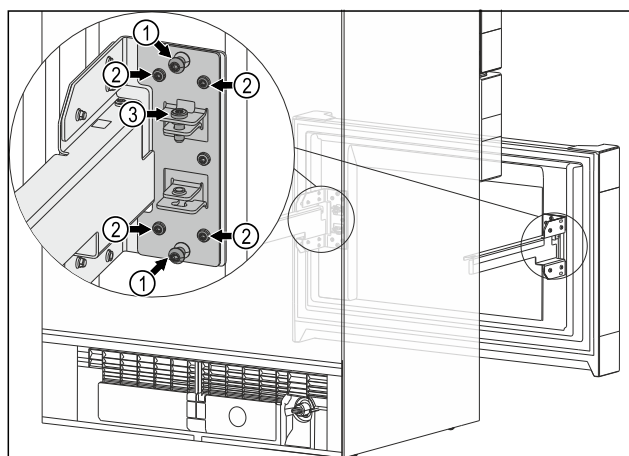

Fig. 14
- ▶ Távolítsa el mindkét középső csavart Fig. 14 (1).
- ▶ Oldja ki mind a négy csavart Fig. 14 (2).
- ▶ Elérte a kihúzható kocsifüggőleges véghelyzetét: húzza meg mind a négy csavart Fig. 14 (2).
- ▶ A középső csavarokra Fig. 14 (1) a továbbiakban nem lesz szüksége.